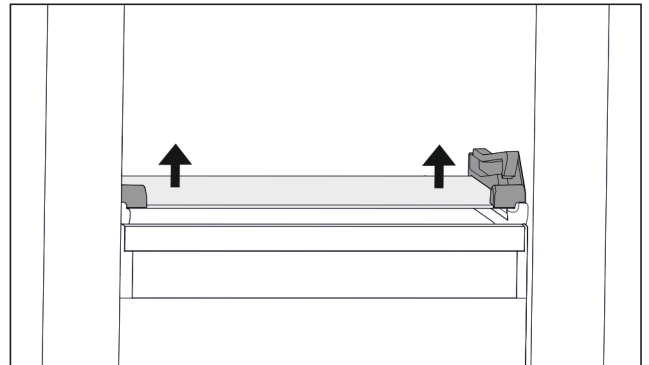

Fig. 107 Glasplatte des abklippbaren Schubfachs
- Glasplatte von unten beidseitig nach oben drücken. (siehe Fig. 107)